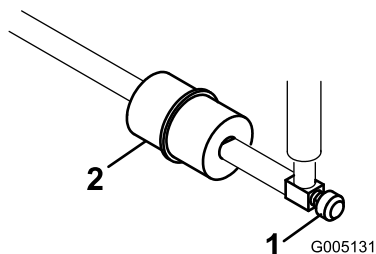

Bild 47
In die Kraftstoffleitung ist zwischen dem Kraftstofftank und dem Vergaser ein Filter eingebaut (Bild 47). Stellen Sie sicher, dass der Pfeil am Filter vom Kraftstofftank weg ausgerichtet ist.
1. Schließen Sie den Kraftstoffhahn, lockern die Schlauchklemme an der Vergaserseite des Filters und ziehen die Kraftstoffleitung vom Filter ab (Bild 47).
2. Stellen Sie ein Auffanggefäß unter den Filter, lockern die verbliebene Schlauchklemme und entfernen den Filter (Bild 47).